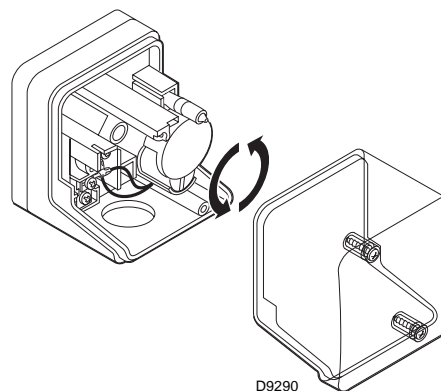

Fig. 32
- Regule el presostato gas de mínima (Fig. 32) para iniciar la escala.
Regule el presostato gas de mínima (Fig. 32) después de regular el quemador con el presostato configurado al inicio de la escala.